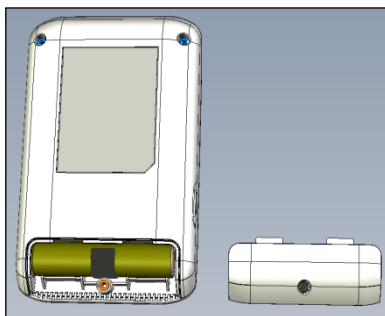
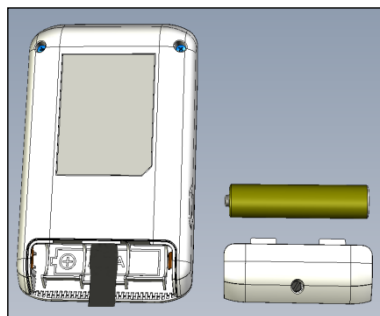

Fig. 1a
Fig. 1b
- 7.2.1. Pour installer / remplacer la pile, dévisser et retirer le couvercle de son compartiment situé à l'arrière de l'appareil (fig. 1a). Retirer la pile usée (le cas échéant) à l'aide de la bande en tissu intégrée, insérer la nouvelle pile en respectant la polarité indiquée à l'intérieur du compartiment (fig. 1b), puis remettre le couvercle en place et le visser fortement.